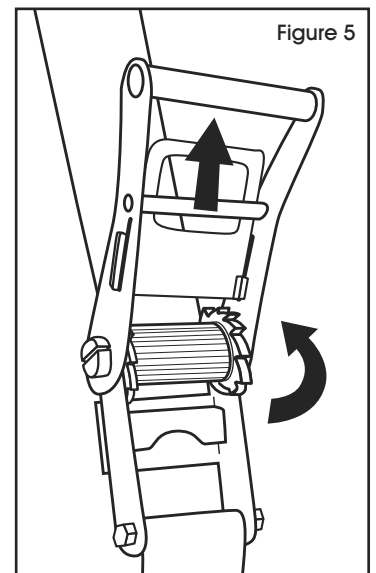

Figure 5
5. To release tension or remove tiedown, pull on Lock Release Handle and rotate main handle 180° to lock in the open position. Mandrel will be free to turn and release webbing. (See Figure 5)
5. Pour libérer la tension ou retirer l'arrimage, tirez sur la poignée de dégageur et tournez la poignée principale à 180° pour bloquer en position ouverte. Le mandrin tournera librement et libérera la toile. (Voir figure 5)